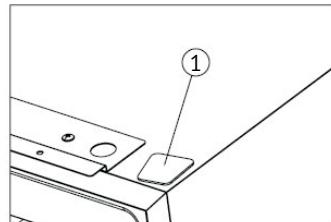

Bild 4
☞ Installieren Sie den Stecker auf der anderen Seite (1) (Bild 4).